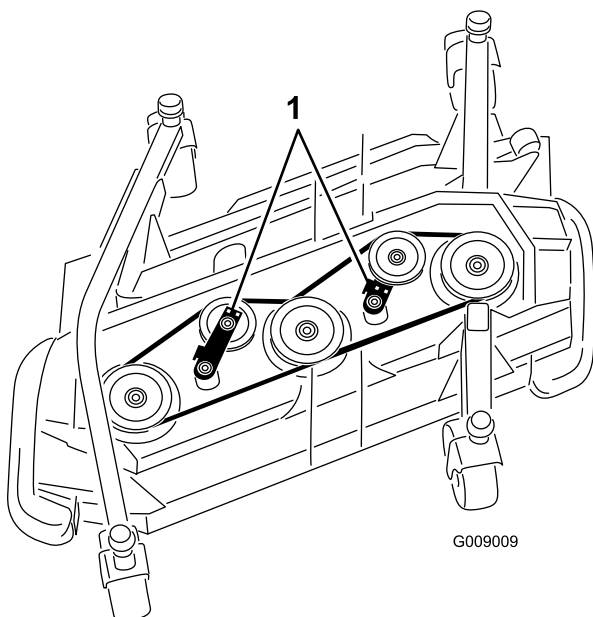

図 127
5. ラチェットレンチのようなものを使って、アイドラプーリを駆動ベルトから離してベルトの張りをなくし、プーリからベルトを外す 図 127。